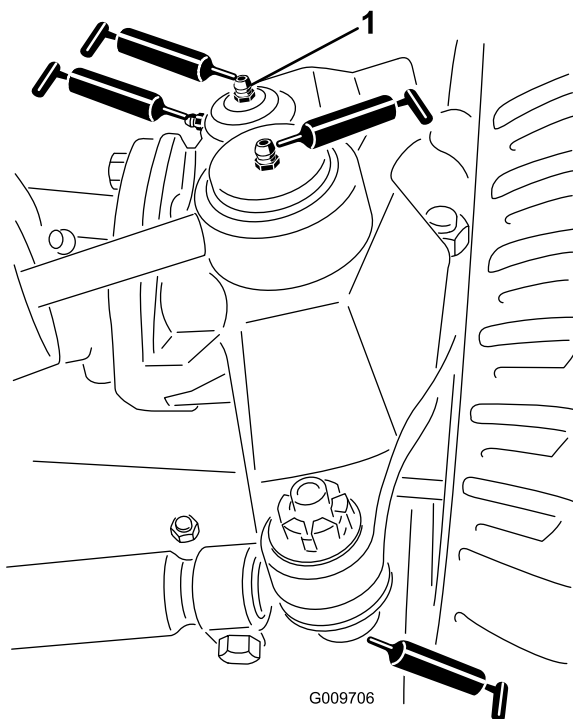

Figura 35
- Giunti a sfera del cilindro di sterzo (2) come illustrato nella Figura 35
- Giunti a sfera del tirante (2) come illustrato nella Figura 35
- Boccole del perno del fusso a snodo (2) come illustrato nella Figura 35